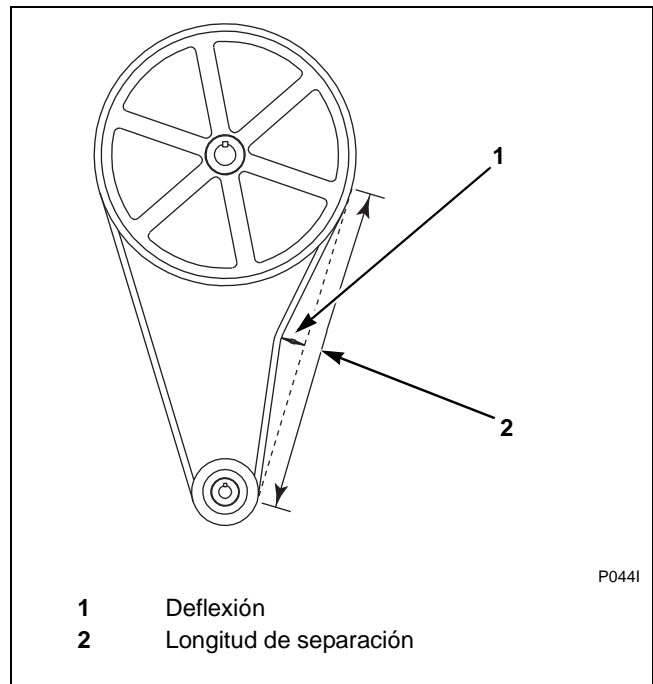

Figura 27
- **Deflexión.** Consulte la *Figura 27*. Afloje los pernos de montaje del motor y deslice el motor a lo largo de la placa del motor para cambiar la longitud de separación de la correa. Se deben medir las tensiones de la correa tan cerca del centro de la longitud de separación de la correa como sea posible. Para cada pulgada de longitud de separación, la correa debe flexionarse 0,40 mm (1/64 pulgada). Así, una correa con una longitud de separación de 50 pulgadas debe flexionarse 19,84 mm (50/64 pulgada). Se debe usar una fuerza inicial (marcha) de 5,25 libras para ajustar la tensión de la correa. Se debe usar una fuerza de operación (normal) de 3,5 libras después de que se haya operado la lavadora extractora durante unas cuantas horas.